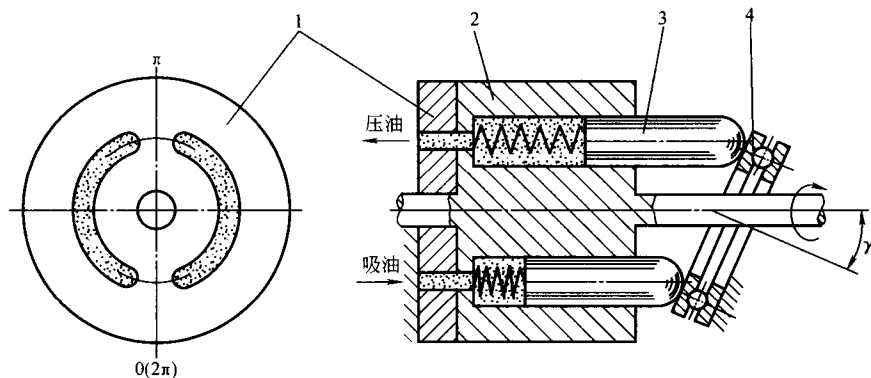

图 1-1-2 轴向柱塞泵工作原理图
2) 轴向柱塞泵。轴向柱塞泵是柱塞轴线平行于缸体轴线的一种柱塞泵,如图 1-1-2 所示。泵主要由配油盘 1、缸体 2、柱塞 3 和斜盘 4 组成。柱塞装在回转缸体上的轴向柱塞孔